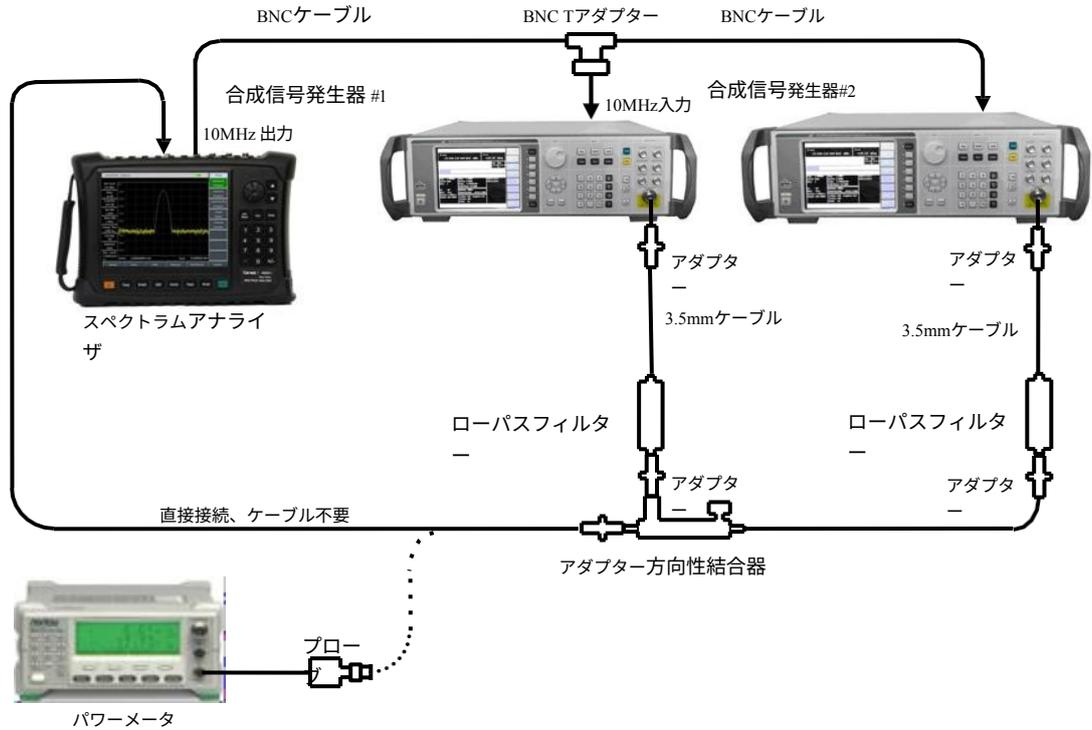

図12-11 3次相互変調歪み試験の設定 (4GHz~44GHz)
- 17) 図12-11に示すように、測定機器を接続します。方向性結合器を使用する場合、方向性結合器をスペクトラムアナライザに接続しないでください。
- 23) 図12-11に示すようにテスト機器を接続します。方向性結合器を使用する場合、方向性結合器をスペクトラムアナライザーに接続しないでください。